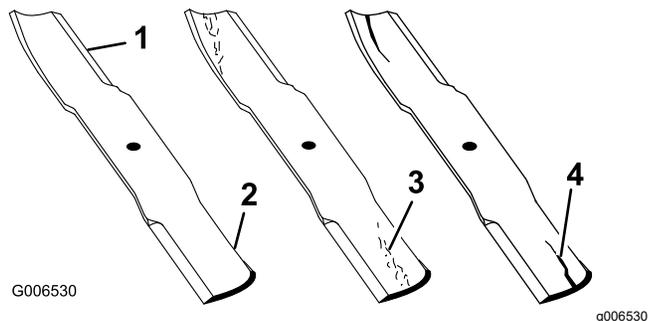

Рисунок 75
1. Осмотрите режущие кромки (Рисунок 75).
4. При обнаружении признаков повреждения, износа или образования зазора в этой области немедленно замените нож (Рисунок 75).